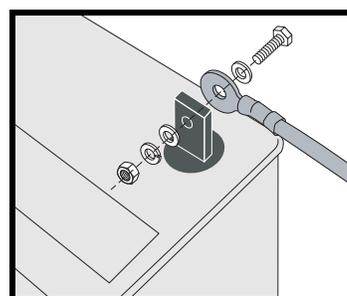

Figure 13B. Fixation fil sur borne
4. Débranchez les câbles des bornes des batteries en soulevant la housse des bornes et en desserrant le boulon et l'écrou sur chaque borne. **Voir la figure 13B.**